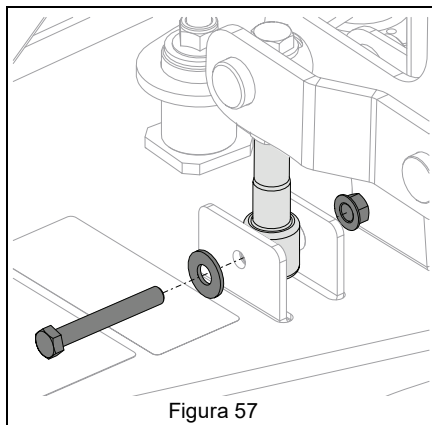

Figura 57
7. Quite la tornillería que fija las barras de elevación de la plataforma a los soportes de elevación. Consulte Figura 57.